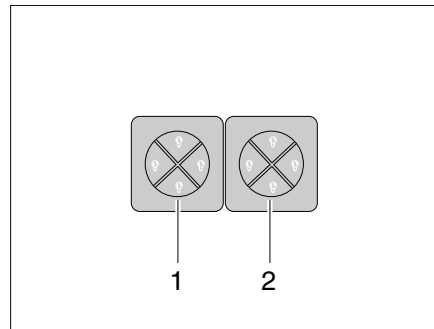

Bild 78 Lichtschalter Eingangsbereich
- Vorzeltleuchte (Bild 78,1)
- Sitzgruppenbeleuchtung (Bild 78,2)